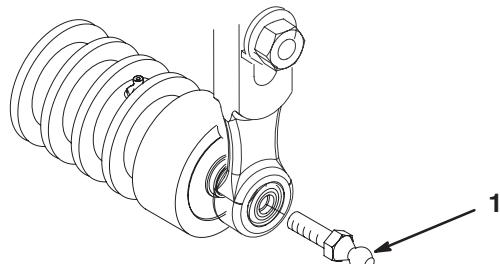

Figure 17
- Posez le support du moteur à l'extrémité gauche du plateau de coupe au moyen des (2) vis Allen retirées précédemment. Serrez les vis à 16–20 Nm.
4. Vissez une rotule à chaque extrémité du rouleau avant du plateau de coupe (Fig. 17).